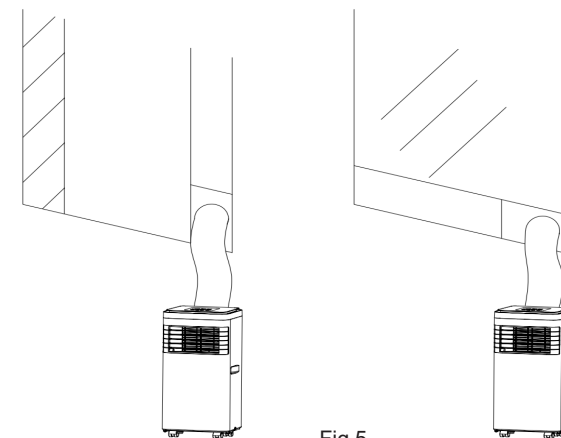

Fig 5
- 2) Como se muestra en la Fig. 5, instale la manguera de escape y ajuste bien la posición de la ventana.